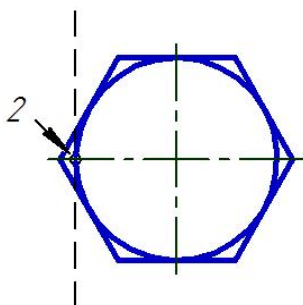

Рис. 1.29. Построение горизонтальной проекции фаски
- На виде сверху начертите **Окружность** , вписанную в шестиугольник (рис. 1.29).